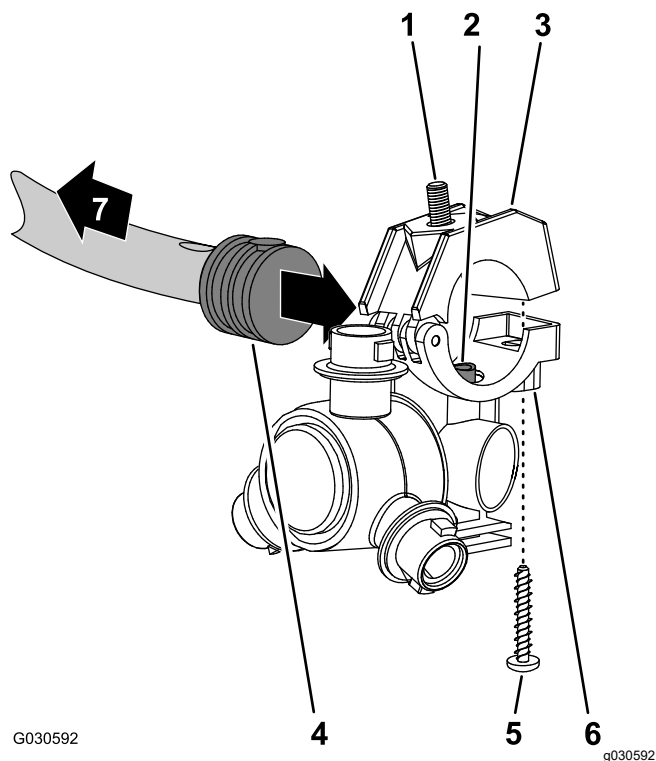
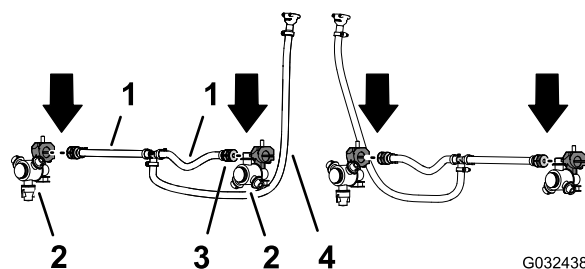

Рисунок 80
Рисунок 81
1. Возьмите распылительные сопла, снятые при выполнении пункта 12 Демонтаж шлангов распылительных сопел в системе с тремя секциями (страница 35), и выверните винты из нержавеющей стали, которые крепят верхние половины зажимов к опорам (Рисунок 80).
- Найдите отверстие в боковой части хвостовика одностороннего шлангового штуцера типа «елочка», установленного в конце шланга длиной 25 см, входящего в состав шлангового узла (клапан опрыскивателя 5 или 6), для средней секции стрелы (Рисунок 80 и Рисунок 81).
- Совместите трубу для перекачивания в опоре распылительного сопла (Рисунок 80) с отверстием в боковой части хвостовика одностороннего шлангового штуцера типа «елочка» (1/2 дюйма).
- Установите верхнюю половину зажима поверх хвостовика штуцера типа «елочка» и закрепите половину зажима и корпус распылительного сопла (Рисунок 80) с помощью винта из нержавеющей стали (№ 12 x 1 1/4 дюйма); затяните винт из нержавеющей стали с моментом от 226 до 282 Н·м.
- Повторите пункты с 2 по 4 для хвостовиков односторонних штуцеров типа «елочка» других узлов шлангов (клапаны опрыскивателя 5 или 6) в средней секции стрелы (Рисунок 80 и Рисунок 81).